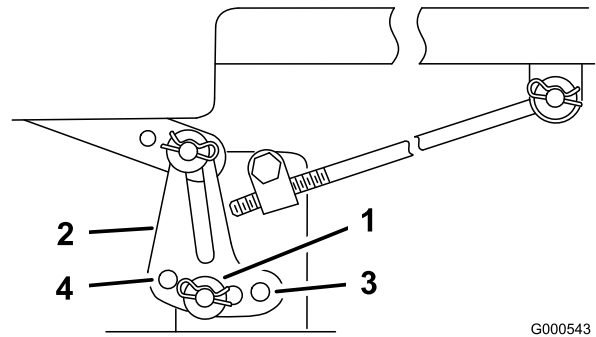
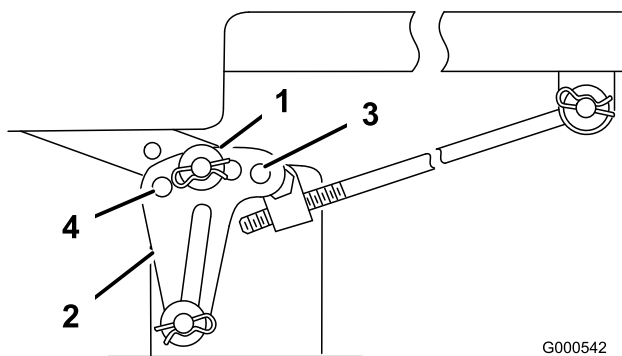

Figure 44
Figure 43
6. Enlevez la goupille fendue et la rondelle de l'une des pattes de mise à niveau (Figure 43).
7. Pour mettre les lames de niveau, fixez les pattes de mise à niveau dans un autre trou à l'aide de la rondelle et de la goupille fendue (Figure 43 et Figure 44). Utilisez un trou plus en avant pour réduire la hauteur de la lame, ou un trou plus en arrière pour l'augmenter. Réglez les deux côtés selon les besoins.